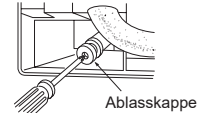

Abb. 3
- 4) Bringen Sie die Ablasskappe in dem Bereich an der Rückseite des Innengerätes an, an dem der Ablaufschlauch angeschlossen werden soll. (Abb. 3)